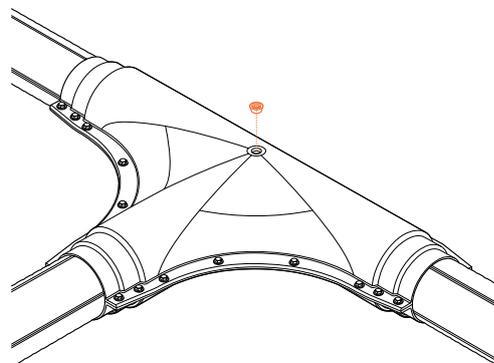

Рис. 4.6.8
- Подключить гидронасос и, придерживая фитинг, подвести подвижную плиту до фиксации торцов фитинга в упорных вставках (рис. 4.6.8).
- После завершения процесса пенообразования закрутить герметизирующую пробку (рис. 4.6.8).